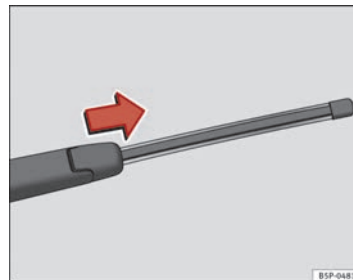

Fig. 139 Extraer la escobilla del limpiapuneta
- Separe el brazo del limpiapuneta de la luneta ⇒ fig. 139.
- Deslice el adaptador de la escobilla en la dirección de la flecha y retire la escobilla ⇒ fig. 139.